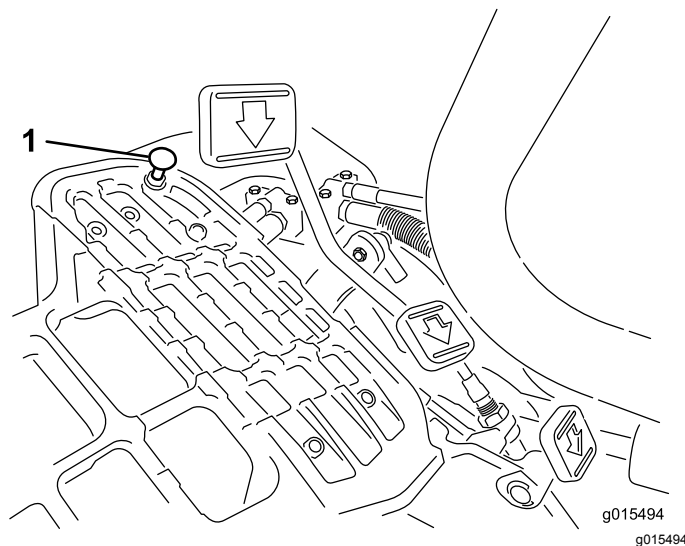

Figura 34
Para obtener la velocidad máxima de transporte, ponga la palanca de control funcional en la posición de TRANSPORTE y pise el pedal de tracción. Si el pedal toca el tope (Figura 34) antes de que se note tensión en el cable, ajústelo como se indica a continuación:
1. Ponga la palanca de control funcional en la posición de TRANSPORTE y afloje la contratuerca que fija el tope del pedal a la chapa del suelo (Figura 34).